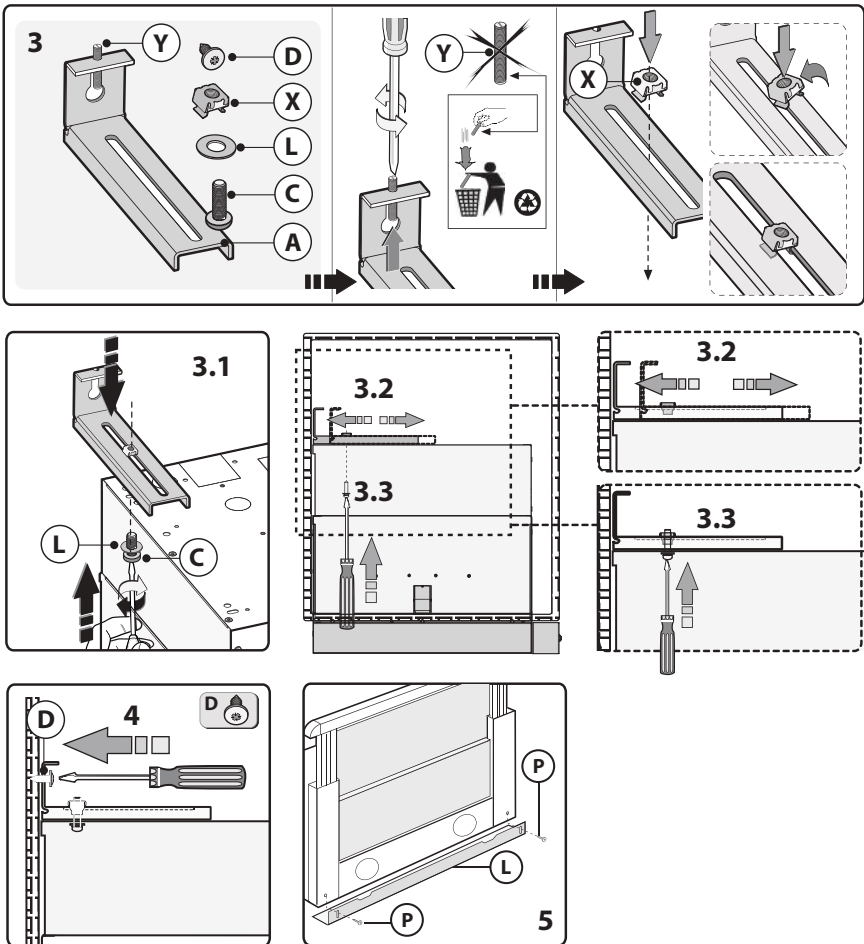

Fig.4
- Une fois la hotte solidement fixée aux armoires, ajuster l'entretoise L à l'aide des vis P afin que la hotte soit alignée avec l'arrière des armoires (Fig. 4, étape 5).
3 - Vérifier que la profondeur des armoires correspond aux requis énoncés à l'étape 2 de la Fig. 4.